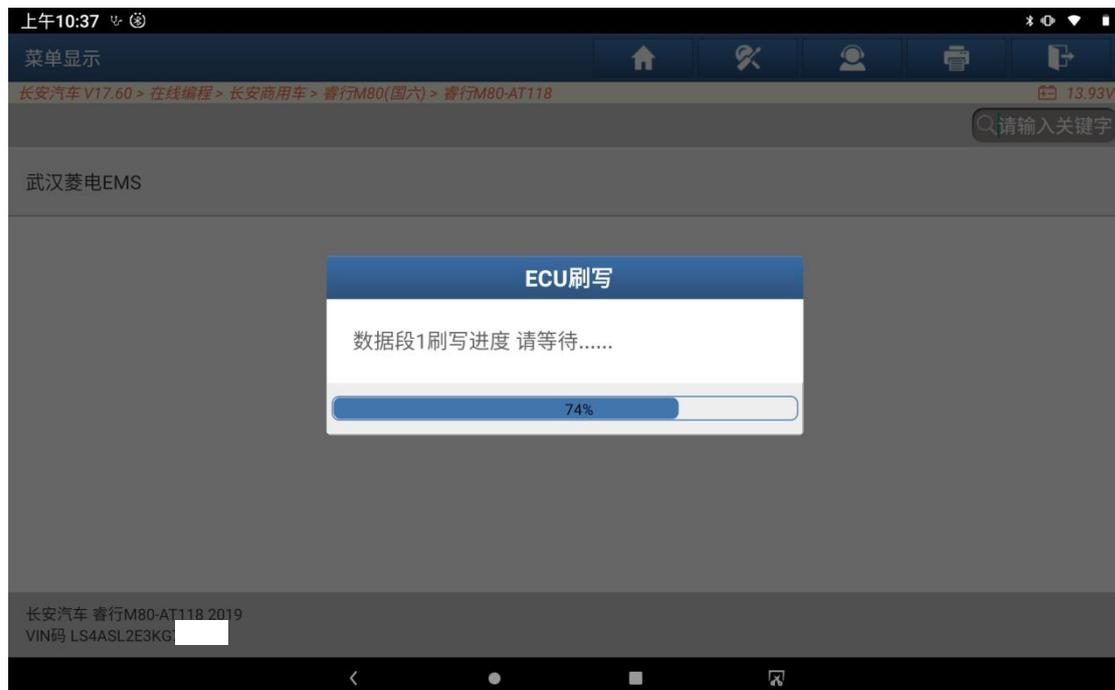
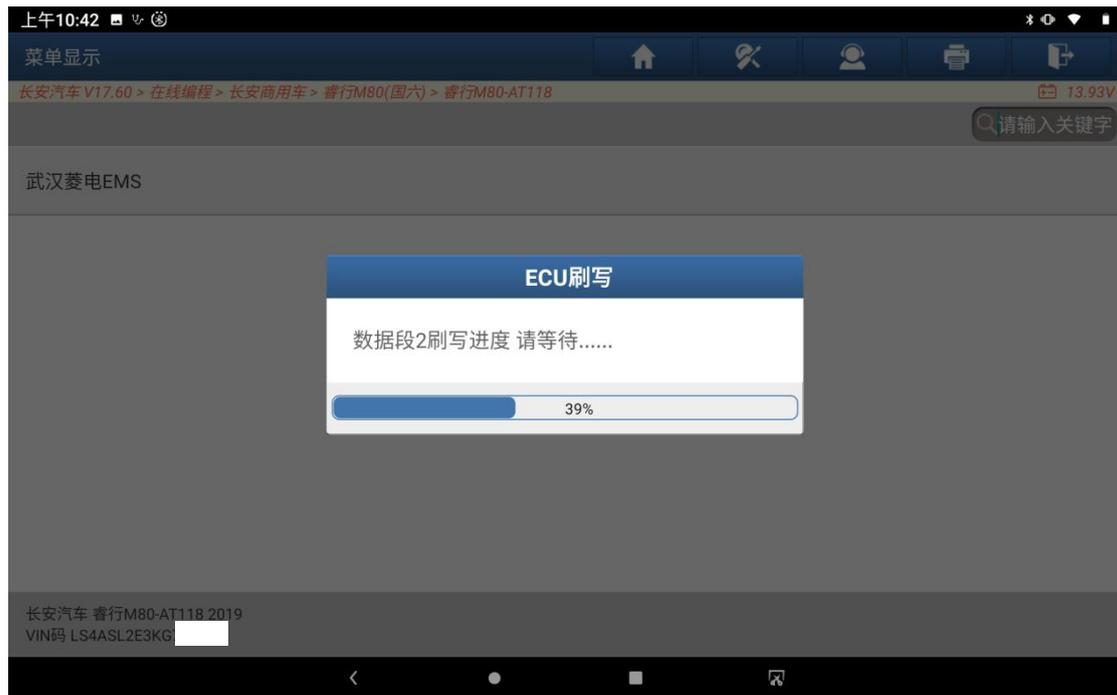
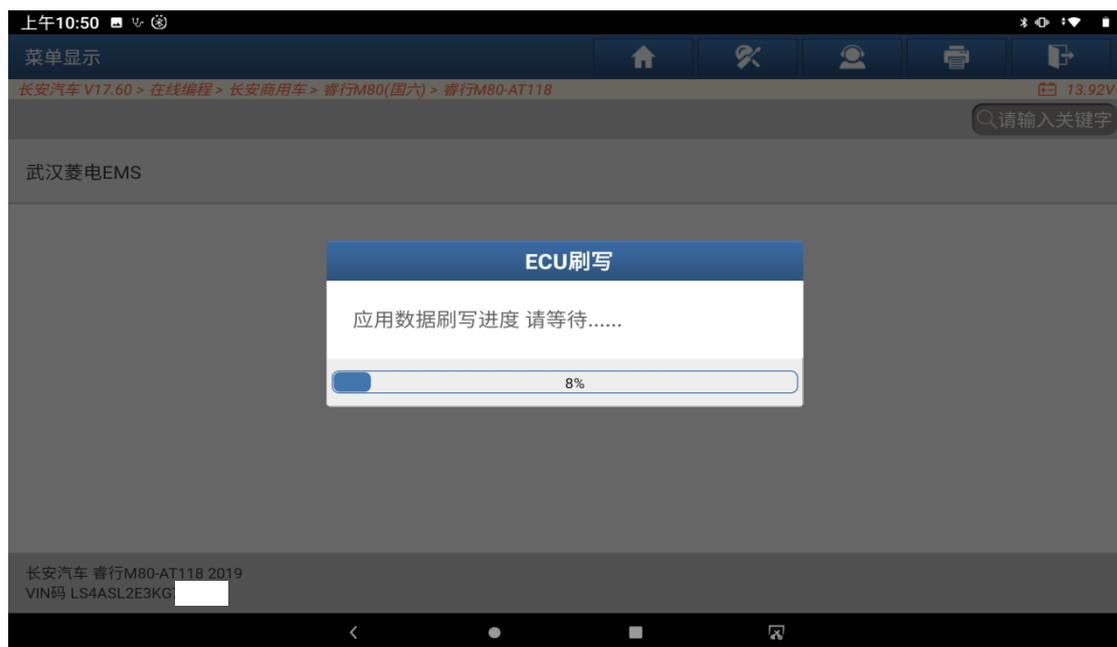

图 11
图 12
图 13
9. 提示正在编程，此过程可能持续几分钟到十几分钟不等的时间，如图 11, 图 12, 图 13；